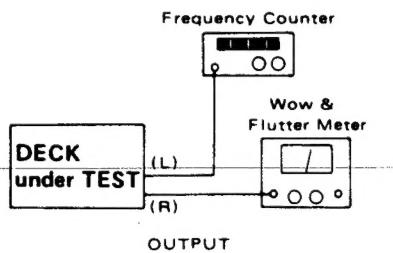

Fig. 4-1
- 1) Connect a frequency counter to the deck as shown in Fig. 4-1.
- 1) 図4-1 のように周波数カウンタを接続する。
- 1) Connect a wow-and-flutter meter to the deck as shown in Fig. 4-1.
- 1) 図4-1 のようにワウ・フラッタ・メータを接続する。